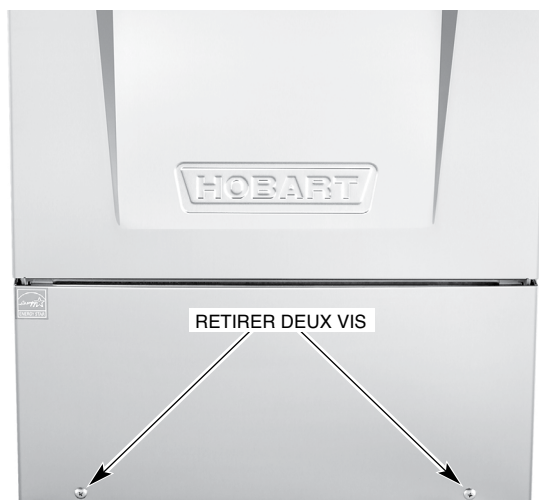

Fig. 1
1. Retirez le panneau avant inférieur en enlevant les deux vis situées au bas du panneau (Fig. 1).